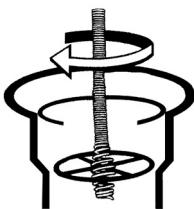

Figure 1
- En passant le câble directement par le tamis (Figure 1).